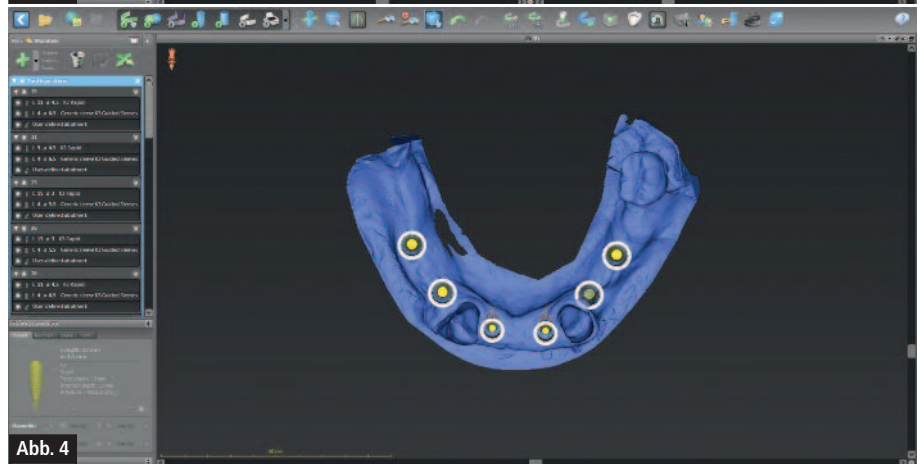

Abb. 4
- Abb. 4:** Ansicht Implantatplanung okklusal.